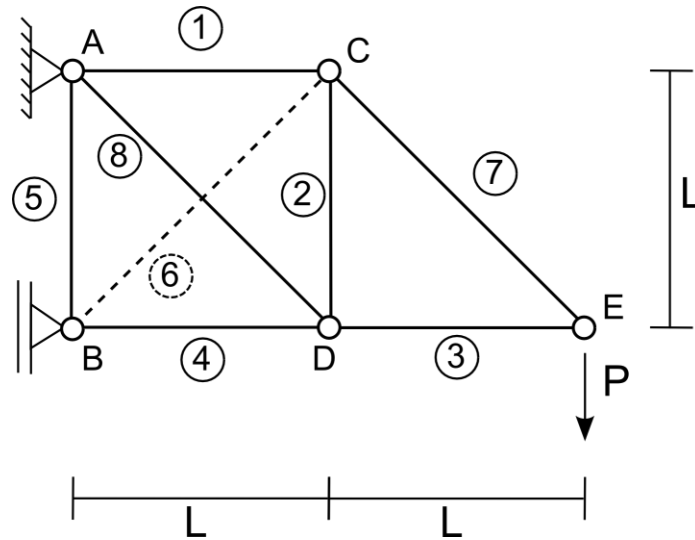

Figura 1 : Representação da estrutura articulada
1. A montagem a utilizar neste trabalho, representada na figura 1, é composta por um modelo de estrutura articulada isostática (a barra 6 deve ser inactivada). Considera-se para condições de apoio da estrutura um apoio fixo em A e um apoio móvel em B, permitindo o deslocamento na direcção vertical. A carga é aplicada através de uma célula de carga instalada no nó E. Um sistema de extensómetros permite obter as deformações em cada uma das barras.